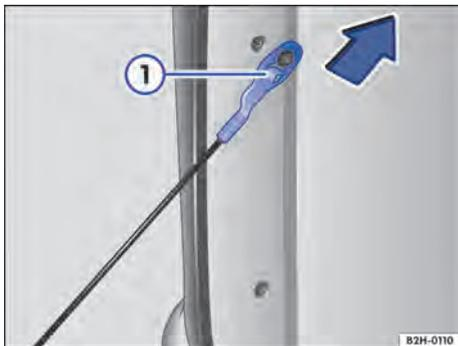

Fig. 50 Desprender os cabos de sustentação da tampa do compartimento de carga.
- Puxar o cabo de sustentação ao contrário da direção da seta até o batente → Fig. 50.